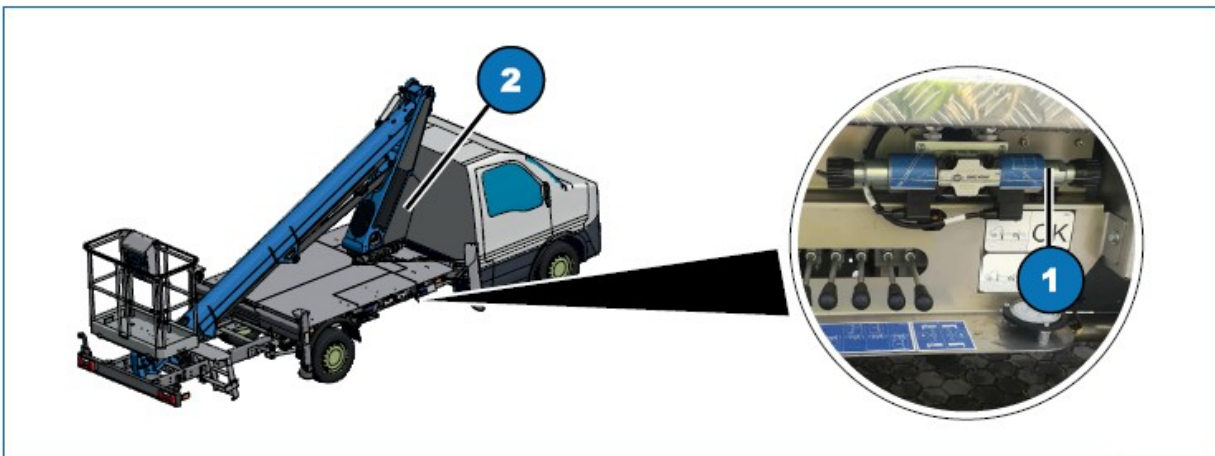

Fig. 7.4
- 4) scoateți caseta din turelă (Fig. 7.4, 2) slăbind șuruburile negre de blocare;